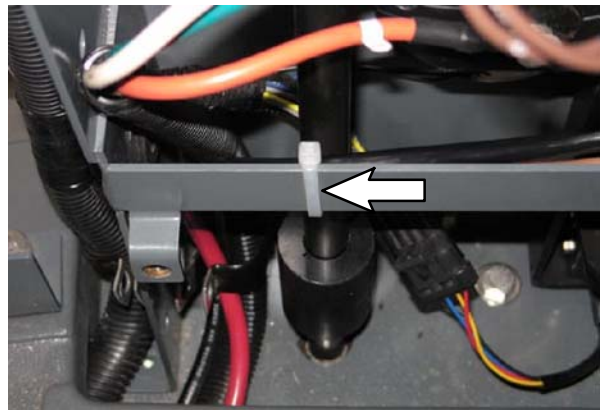

FIG. 51
30. Girare di nuovo il volante in modo che la ruota anteriore punti nuovamente verso la parte anteriore della macchina. (Fig. 51)